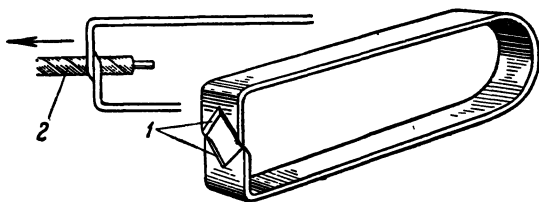

Рис. 12. Щипцы для удаления изоляции с проводов.
**Зачистка и заделка концов монтажных проводов.** Удаление внешней изоляции с концов монтажных проводов (хлопчатобумажной оплетки, хлорвиниловой трубки, резины) надо производить очень осторожно, чтобы при этом не повреждались токопроводящие жилы. При известном навыке эту операцию можно удовлетворительно производить при помощи остро заточенного монтерского ножа, лезвия бритвы, ножниц, острых бокорезов. Применяются также специальные щипцы для удаления изоляции (рис. 12).